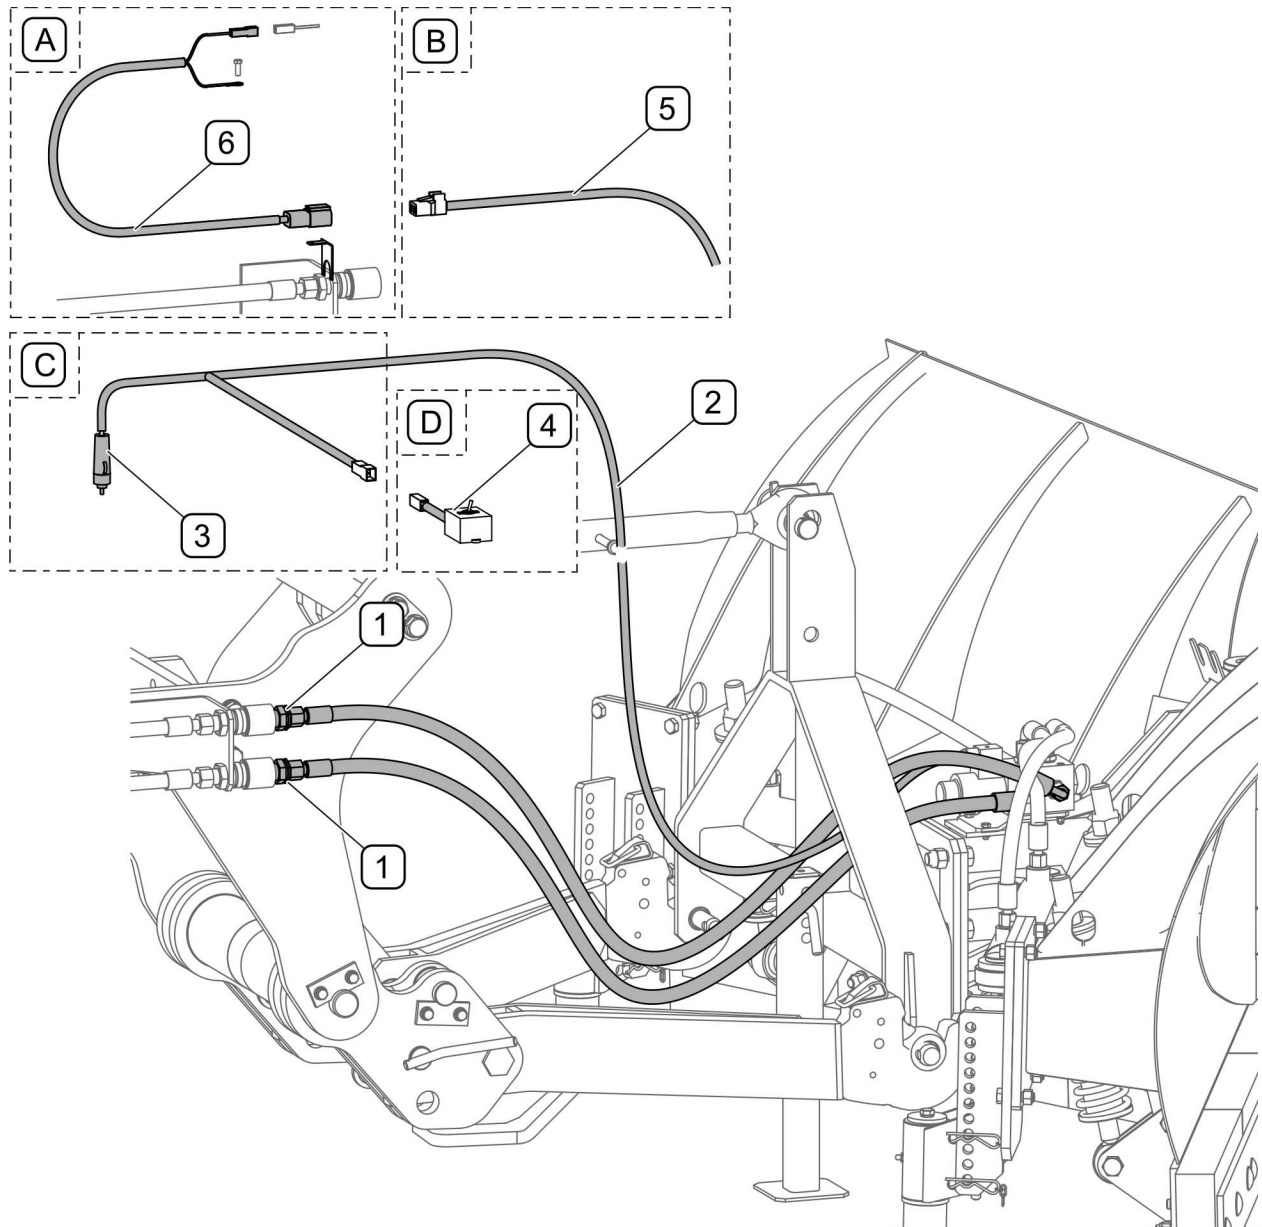

ABBILDUNG 4.5 Anschluss der Hydraulik- und Elektroinstallation an den Schlepper
Die Stecker der Hydraulikanschlüsse (1) für die Steuerung des Pfluges müssen an die Anschlussbuchsen der externen Hydraulik des Schleppers angeschlossen werden (ABBILDUNG 4.5). Beim Anschließen der Hydraulikleitungen an den Schlepper ist darauf zu achten, dass die Leitungen ohne Knickungen und Verdrehungen verlegt werden und dass sie vor Beschädigungen geschützt sind.